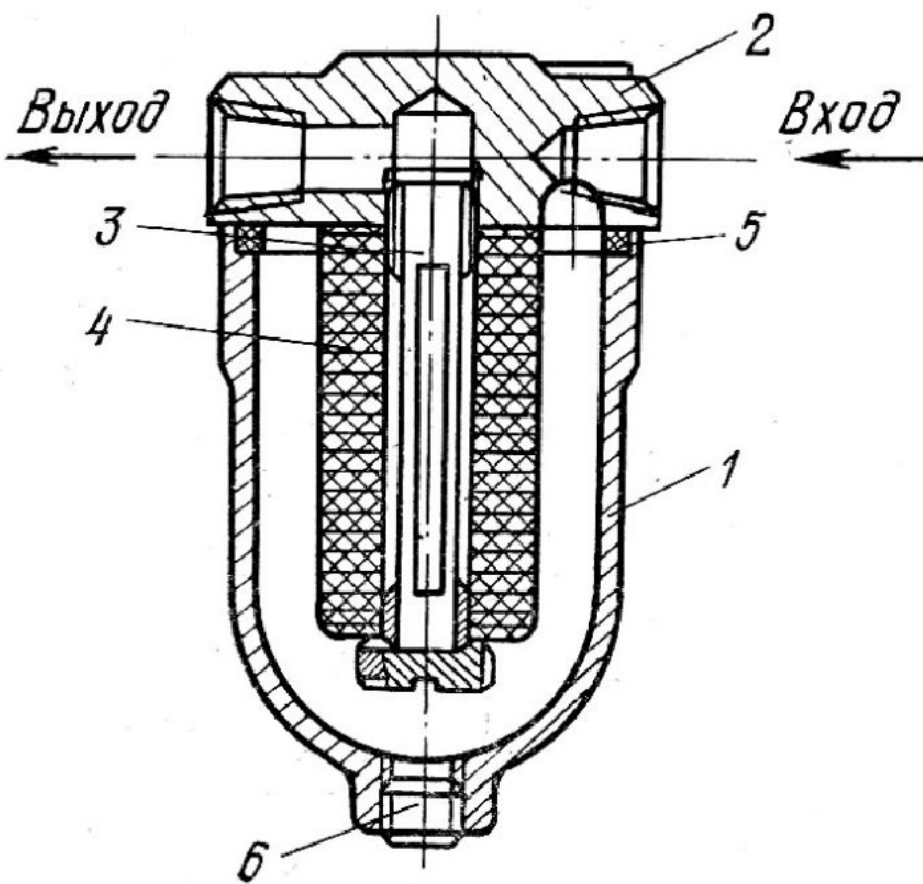

Рисунок 6 - Войлочный
***Войлочные фильтры*** (рис. 6) состоят из корпуса 1, крышки 2 с отверстиями для подвода и отвода рабочей жидкости, перфорированной трубы 3 с закрепленными на ней фильтрующими элементами в виде войлочных колец 4.